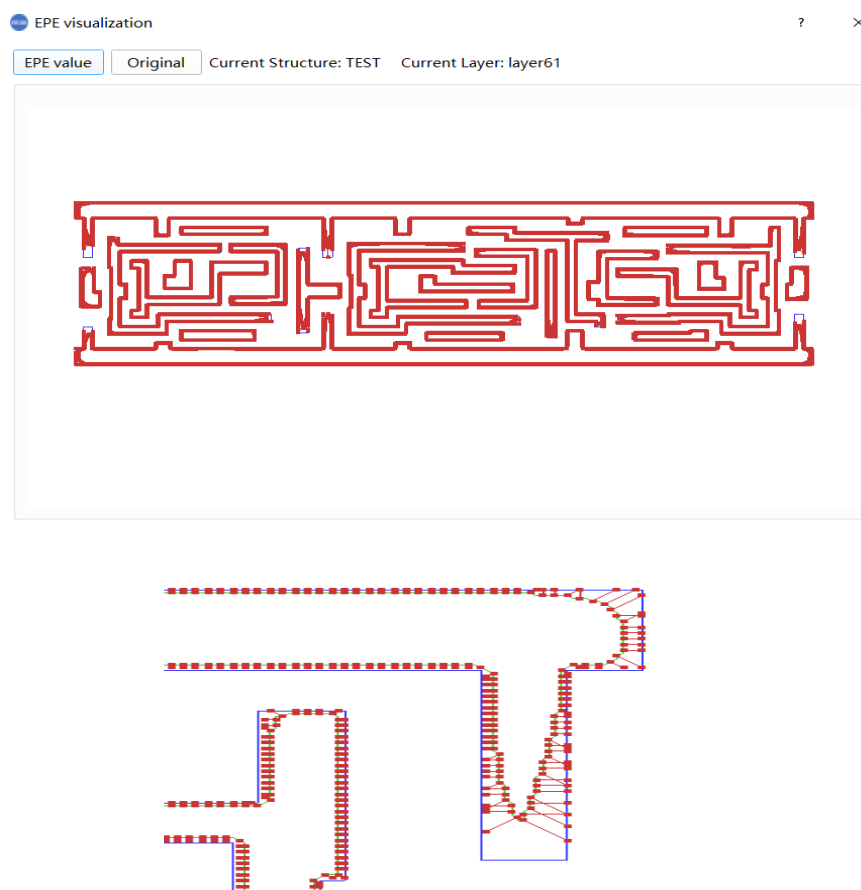
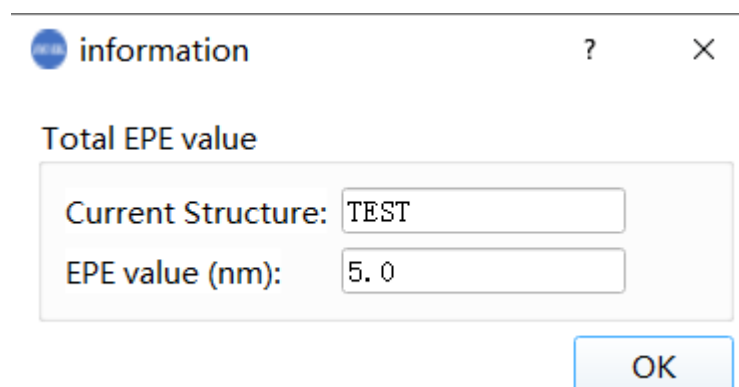

图 3.2.8 EPE 效果图
图 3.2.9 EPE 基本信息
(15)点击“Calculate EPE”可以计算当前版图的 EPE 结果，并支持拖动和放大（如图 3.2.8）点击“EPE value”可以显示当前 EPE 的信息（如图 3.2.9）。点击“Original”可以返回最原始的位置。